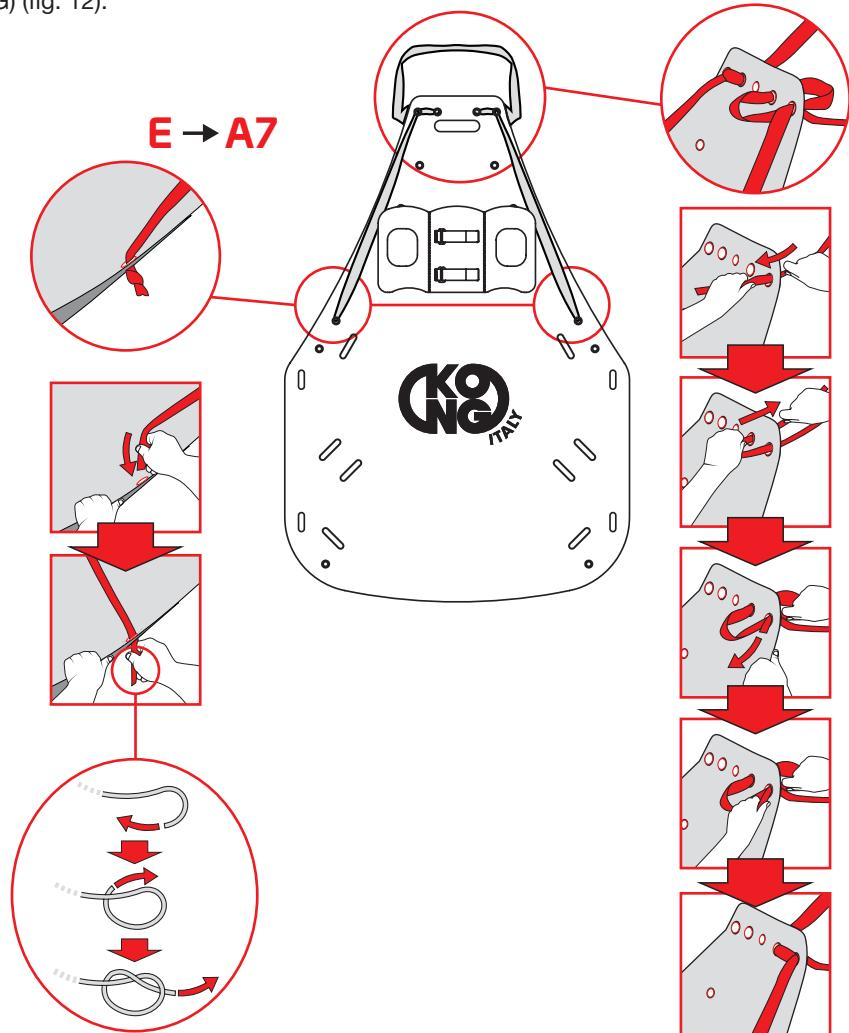

Fig.8
- inserire la fettuccia (E) nei fori A7 del piano di appoggio (fig. 8),